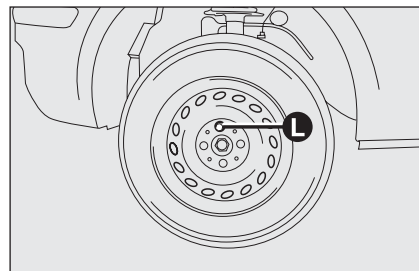

fig. 7
- ☐ togliere il coprimozzo, svitare i bulloni di fissaggio **L-fig. 7** ed estrarre la ruota;